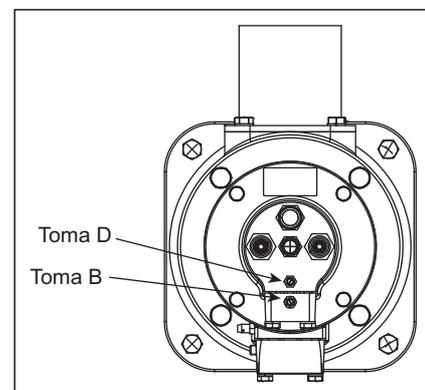

Figura 4.5. Ajustar el gas de fuego alto
4. Ajuste el flujo de gas a fuego alto ajustando la válvula de gas de equilibrado manual hasta que la presión diferencial a través del orificio del gas entre la toma B y D esté en el valor de destino. (Véase la figura 4.5).